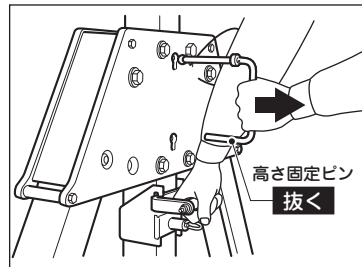

図16
③ ハンドルを持ち上げて、高さ固定ピンを抜いてください。(図 16)
④ ハンドルをさらに持ち上げて、1穴分高くするか、ハンドルを下げて1穴分下げてください。
高さ調整は、ゆっくりと行ってください。(図 16)